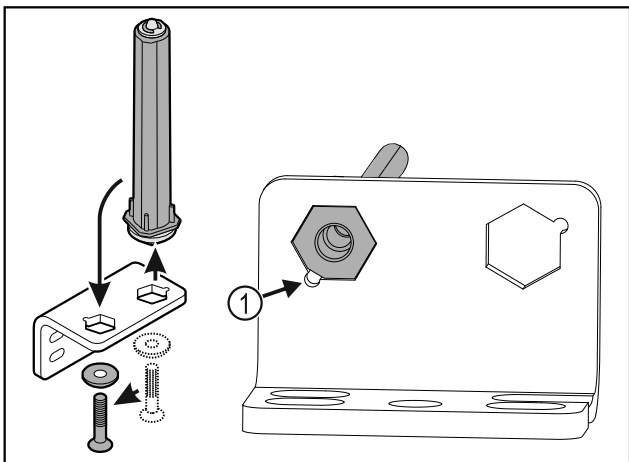

Fig. 32
- ▶ Проследите за тем, чтобы при установке скос пальца Fig. 32 (1) указывал в направлении круглого отверстия.